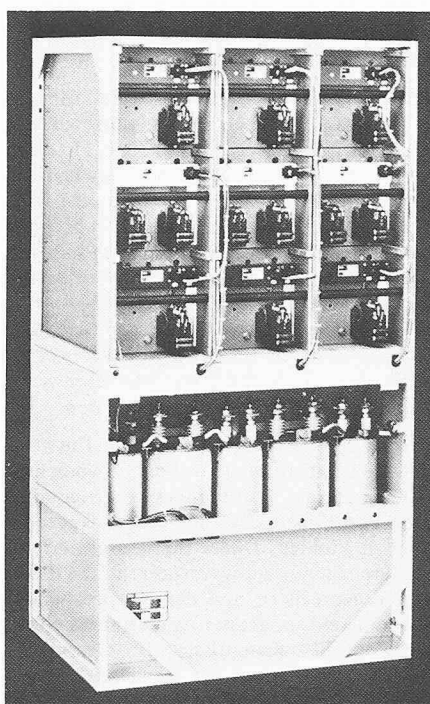

Bild 14. Wechselrichtereinheit (Modul) für Drehstromantriebstechnik
- Fortgeschrittene Modularität, z.B. identische Wechselrichtereinheiten bei Diesel-Rangierlokomotiven 700 PS und grossen Diesellokomotiven 4000 PS (Bild 14).